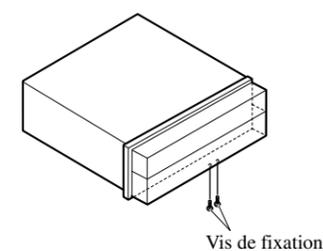

Fig. 17
- **Fixez le panneau avant à l'appareil en utilisant les vis de fixation. (Fig. 17)**